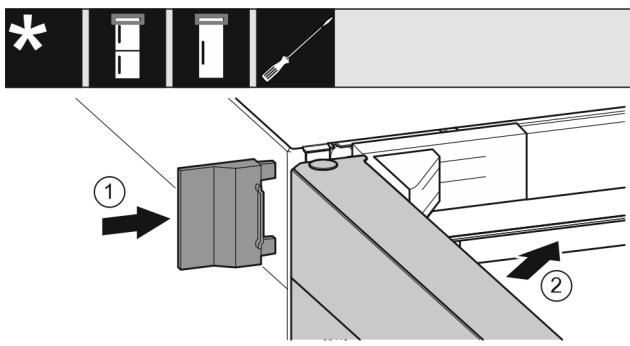

Fig. 20
- ▶ Насуньте зовнішню кришку. Fig. 20 (1)
- ▶ Закройте верхні дверцята. Fig. 20 (2)